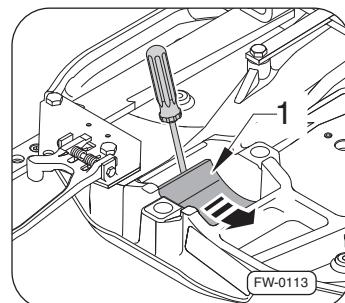

Fig. 39 · Remplacer le palier
2. Extraire les garnitures de paliers ⇒Fig. 39, –flèche 1– de la poche de palier en faisant levier avec un tournevis.